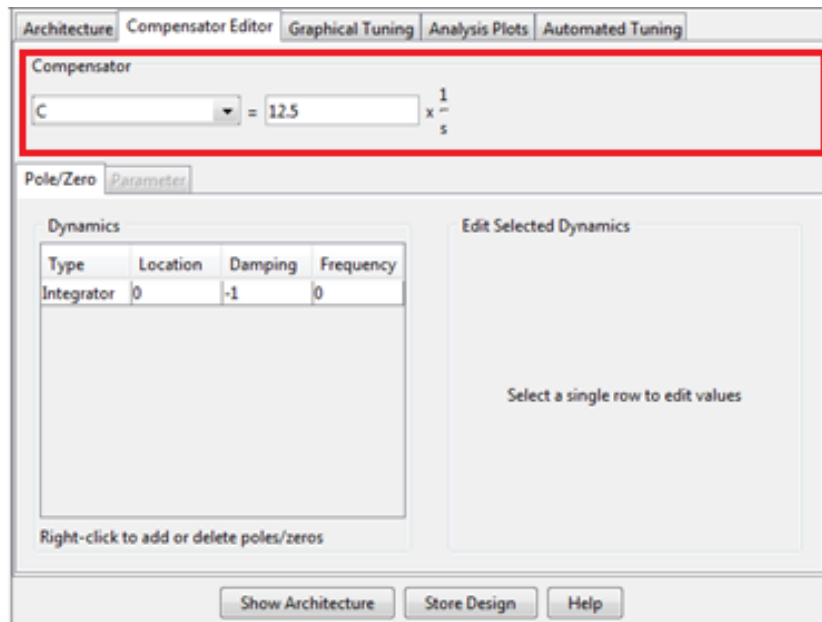

Figura 28. Insertar valores en el recuadro Compensator editor.
- Inserte en el recuadro *Compensator* de color rojo de la figura 28, uno a uno los posibles valores probando hasta encontrar el valor que proporcione la ganancia adecuada para los requerimientos de diseño. Para el motor ejemplarizado en esta guía se insertaron uno a uno los valores (5, 8, 10, 12.5) encontrando que el valor adecuado era 12.5. Observe los resultados en la Figura 29.